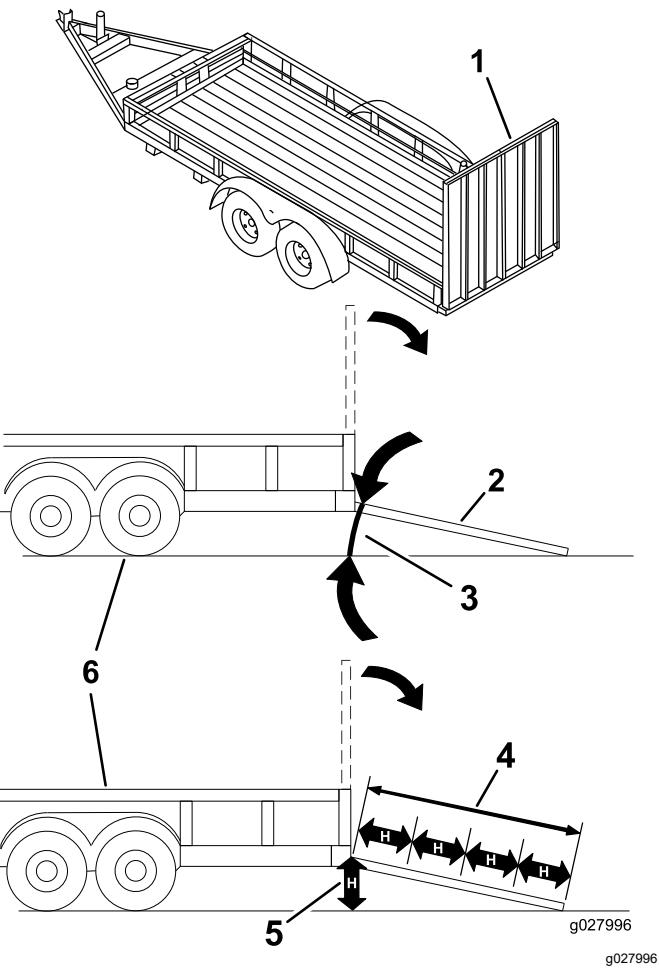

Figura 31
El cargar la máquina en un remolque o un camión aumenta la posibilidad de un vuelco y podría causar lesiones graves o la muerte (Figura 31).
3. Baje la rampa, asegurándose de que el ángulo entre la rampa y el suelo no supera los 15 grados (Figura 31).
1. Baje la rampa, asegurándose de que el ángulo entre la rampa y el suelo no supera los 15 grados (Figura 31).